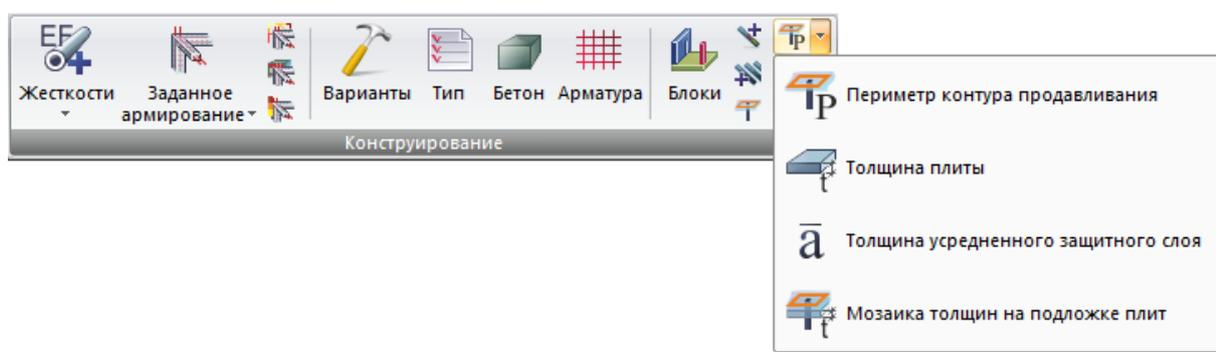

Рис. 123.Раскрывающийся список **Мозаика геометрических характеристик контуров продавливания**
- **Мозаика геометрических характеристик контуров продавливания** (рис. 123) – см. вкладку **Создание и редактирование**, панель **Конструирование**, стр.30.